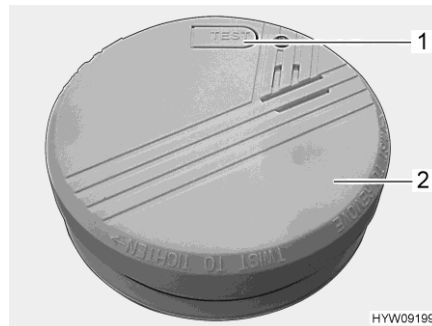

Fig. 54 Rivelatore di fumo
- Premere il tasto di controllo (Fig. 54,1) sul rivelatore di fumo (Fig. 54,2) finché non viene emesso il segnale di allarme. Il segnale di allarme si tacita rilasciando il tasto di controllo.